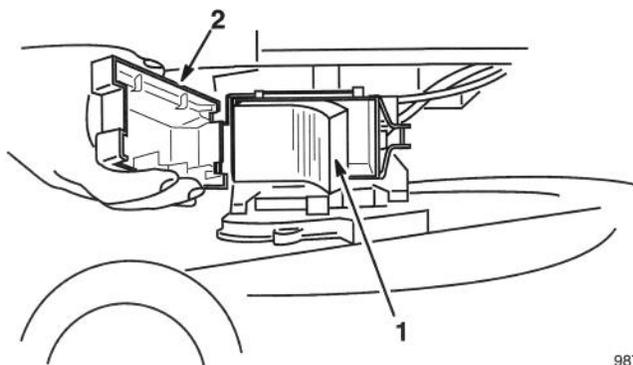

Figure 21
1. Pour retirer le filtre à air, désencliqueter le couvercle, l'ouvrir sur le côté et le décrocher (Fig. 21).